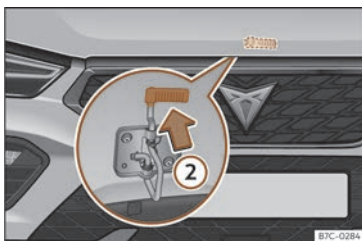

Fig. 196 Lleva sota el capó.
- Per aixecar el capó, feu pressió cap amunt sobre la lleva situada sota el capó»» **fig. 196** ②. El ganxo de subjecció queda desbloquejat.